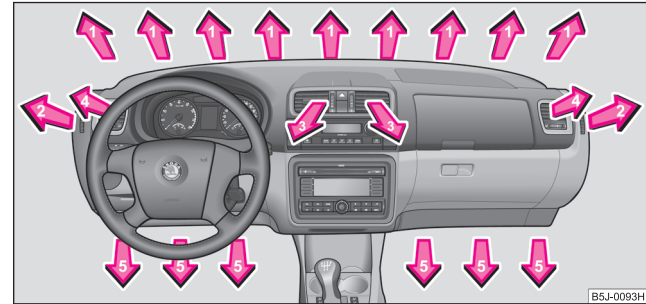

Fig. 86 Gurile de ventilație a aerului
- Reglați gurile de ventilație **3** și **4** astfel încât curentul de aer să fie îndreptat ușor în sus ⇒ pagina 101, fig. 86.
- ⑬. Nu acoperiți acest senzor cu nimic, deoarece acest lucru poate dăuna sistemului Climatronic. ■
- Reglați gurile de ventilație **3** și **4** ⇒ pagina 101, fig. 86 astfel încât curentul de aer să fie îndreptat ușor în sus.
Distribuția aerului prin gurile de ventilație poate fi reglată și de la tastele de comandă ale Climatronic ⇒ pagina 98. Gurile de ventilație 3 și 4 ⇒ fig. 86 se pot deschide și închide separat. ■